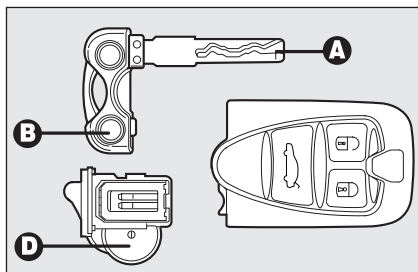

fig. 9
Para sustituir la pila **fig. 9** proceda como sigue:
- ☐ retire la pila **D-fig. 9** del portapilas memorizando la posición de las polaridades (en la posición ilustrada, el polo positivo debe estar dirigido hacia abajo);